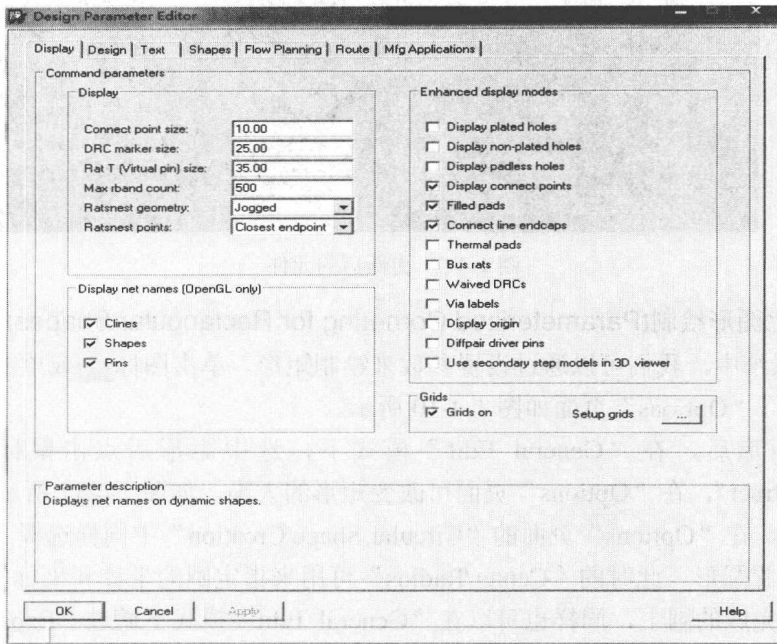

图 1-4-13 “Design Parameters Editor” 对话框
16.6 系统中我们可以自定义设置是否让网络名在走线、Shape 及 Pin 上显示出来。单击“Setup”→“Design Parameters Editor”→“Display”，如图 1-4-13 所示，在“Display net names”中可以设置是否显示网络名。